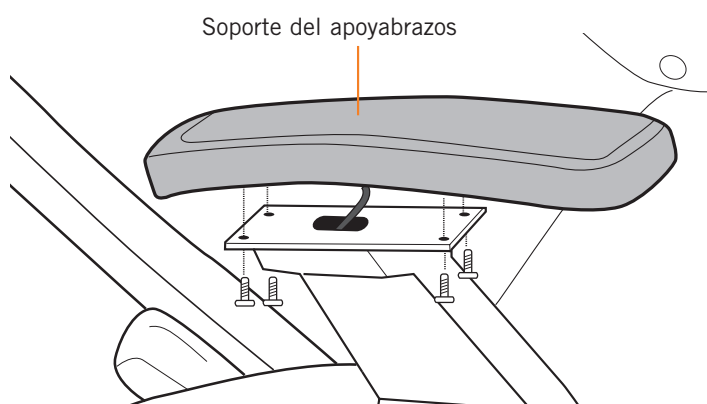

Fig.8
- Asegure el soporte del apoyabrazos con los cuatro tornillos y la llave de Allen (Fig.8).